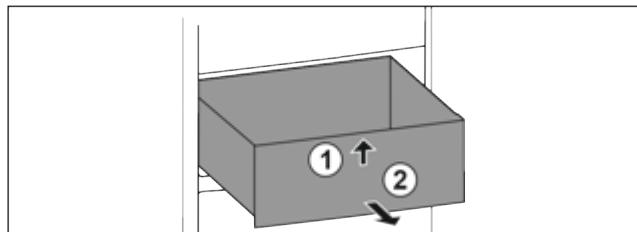

Fig. 81
- Підняти висувний ящик спереду. Fig. 81 (1)
- Вийняти висувний ящик рухом вперед. Fig. 81 (2)